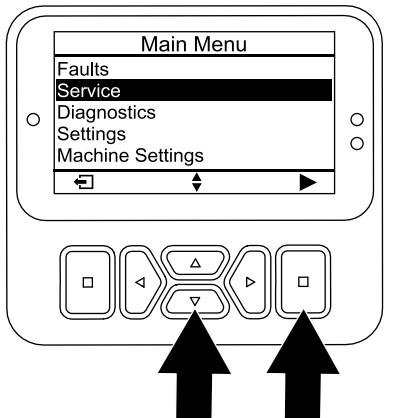

Figure 95
4. Appuyez sur le bouton vers le bas jusqu'à ce que l'option ENTRETIEN soit sélectionnée, puis appuyez sur le bouton de sélection (Figure 95).